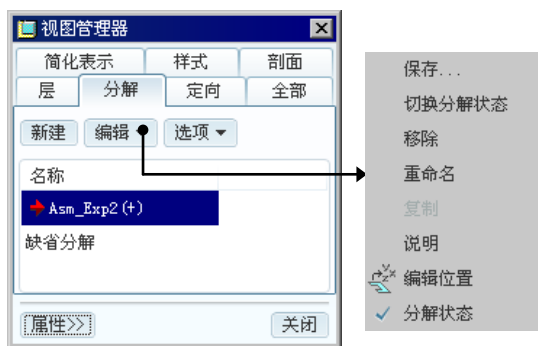

图 9.5.13 “视图管理器”对话框
- (1) 在“视图管理器”对话框中单击  按钮。
- (2) 在图 9.5.13 所示的“视图管理器”对话框中依次单击  按钮。